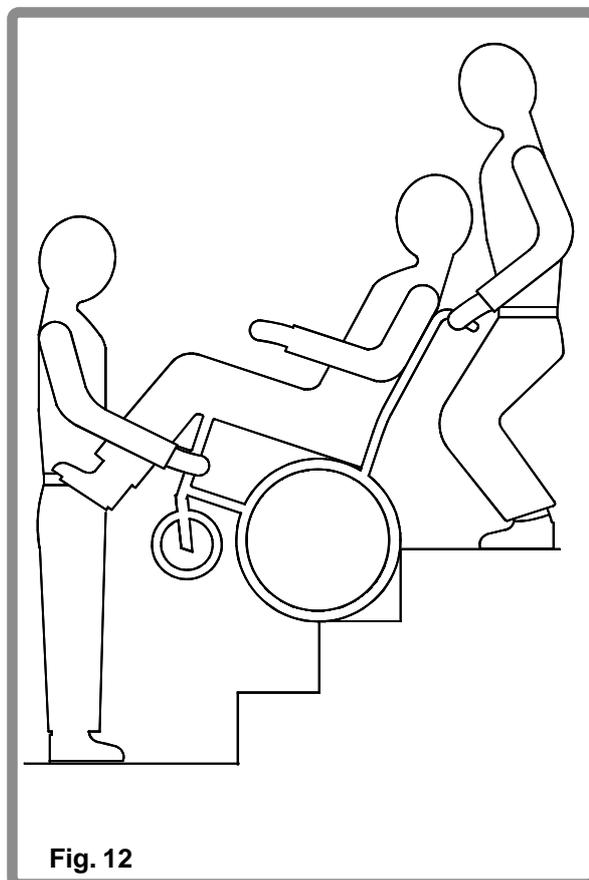

Fig. 12
1. Deux accompagnants sont nécessaires pour déplacer un fauteuil et son occupant dans des escaliers (Fig. 12).
2. L'accompagnant à l'arrière a le contrôle de l'opération. Il fait balancer le fauteuil en arrière jusqu'à son point d'équilibre (Fig. 12).